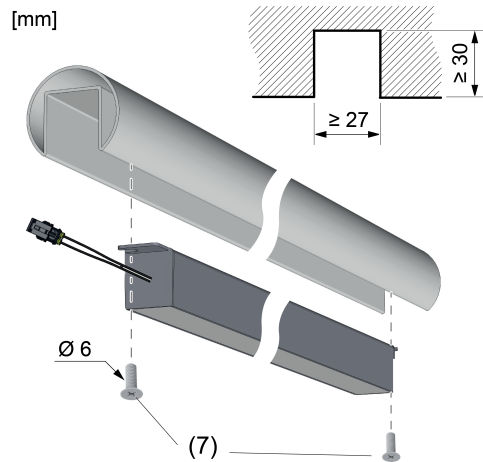

Bild 3: LED-Lichteinsatz montieren
- Im Montagegrund (z. B. Handlauf) eine Nut gemäß Zeichnung vorbereiten (Bild 3).
- LED-Lichteinsatz mit Edelstahlschrauben (7) in der Nut befestigen (Bild 3).